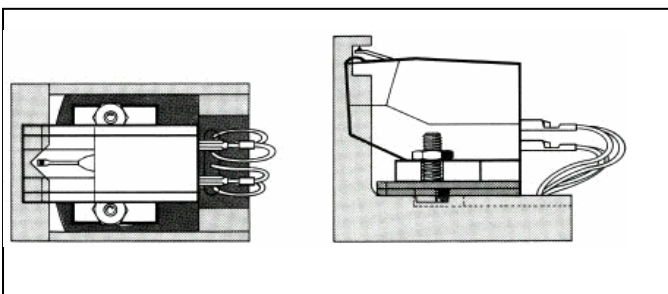

Fig. 9
Schieben Sie den Systemträger in die beiliegende Montagelehre. Die Montage ist korrekt, wenn die Abtastnadel, von oben betrachtet, in der V-förmigen Aussparung der Systemeinklehre steht. Von der Seite betrachtet, muss die Nadel im Bereich der rechteckigen Aussparung stehen (Fig. 9). Stecken Sie den Systemträger wieder auf das Tonarmrohr und schrauben die Mutter (9) fest.